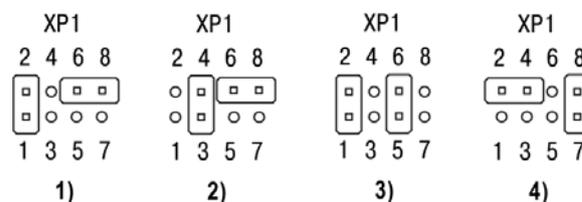

Fig. 6.3 Position des cavaliers pour la configuration d'entrée
Les positions des cavaliers correspondant au signal d'entrée sont illustrées à la Fig. 6.3.
- Placer les cavaliers avec un outil fin (p. Ex. Une paire de pinces) comme indiqué sur la figure 6.3, 6.4